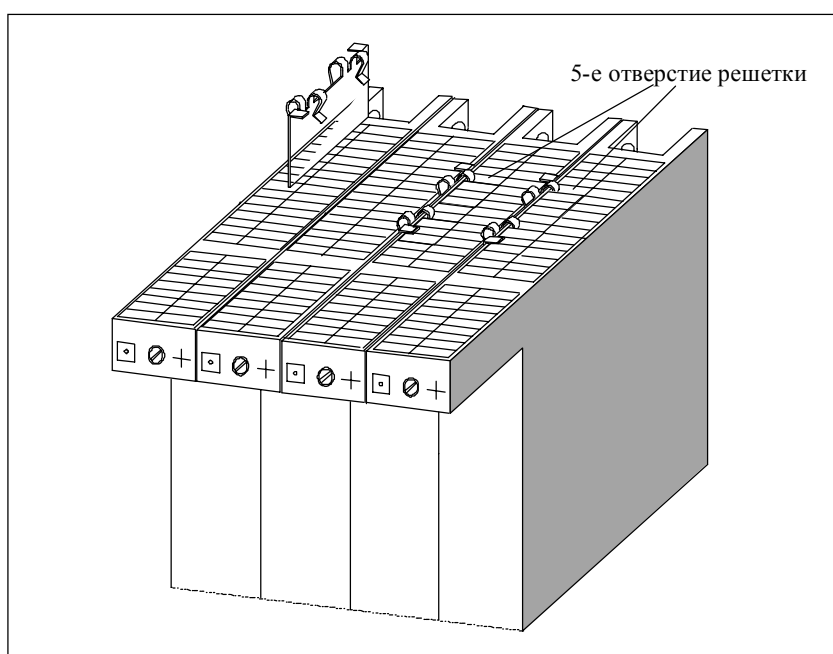

Рис. 10-11. Крепление модулей соединительными зажимами (схема)
1. Как показано на рис. 10-11, сдвигайте соединительный зажим сверху между двумя закрепляемыми модулями, пока загнутые концы зажима не коснутся крышки корпуса модулей.
3. Нажимайте на два согнутых на 90° конца зажима вниз, пока он не войдет в зацепление. На рис. 10-11 показан соединительный зажим в конечной позиции.